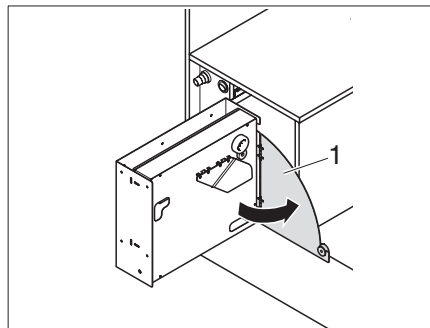

Fig. 75 Pivoter la paroi latérale
- ▶ Pivoter la paroi latérale (Fig. 75,1).